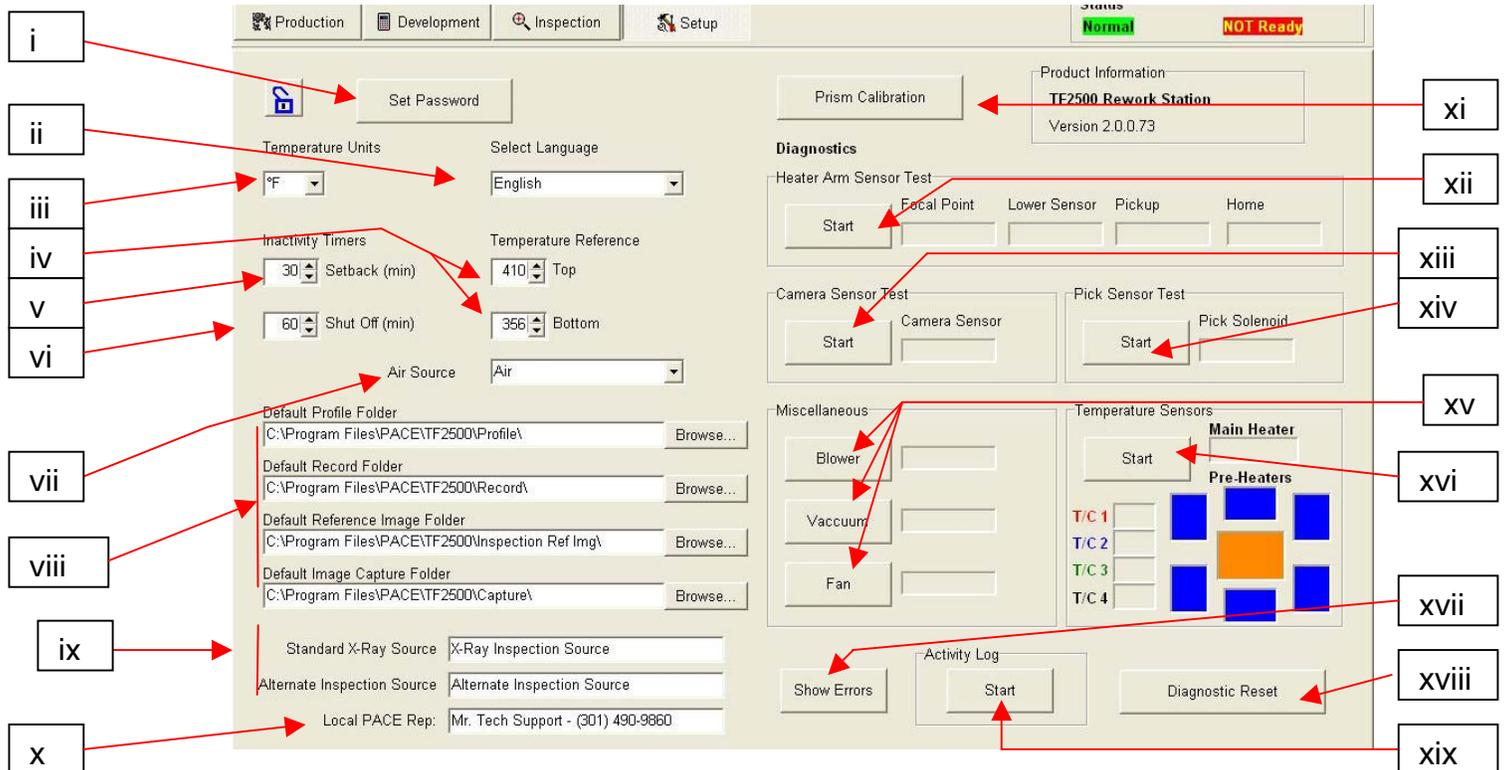

Abbildung 4
e. Funktionen des Bildschirms Setup [Konfiguration] (Abbildung 4)